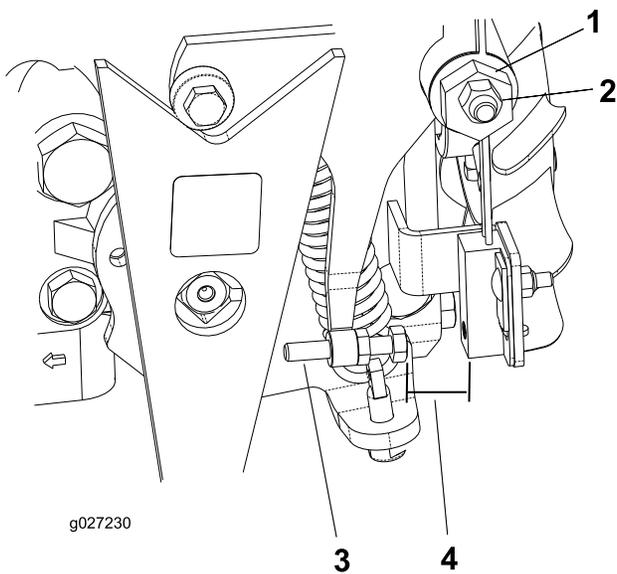

図 34
5. エンジンを始動し、カム 図 34 を左右に回してニュートラル位置の中心に合わせる。
3. ねじを回して、すき間を 0.82.3mm に調整する 図 34。